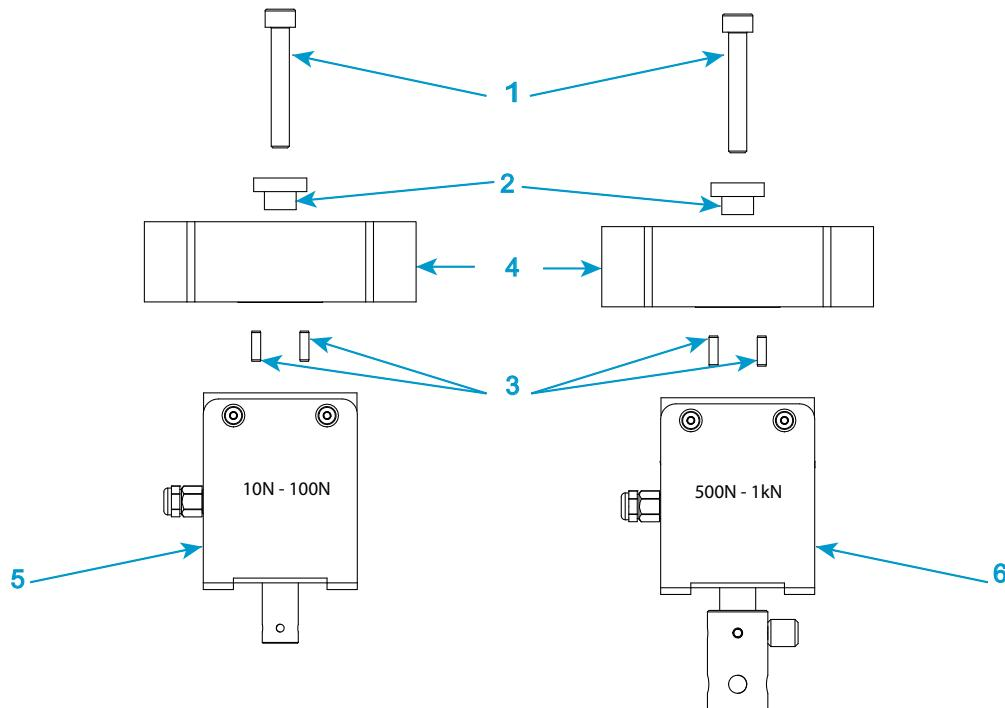

図15. 2519 シリーズのロードセルの取り付け - 容量 10 N ~ 1 kN
説明 図 15
1. 83 ページの図 15 とそれに関連する説明文を参照してください。